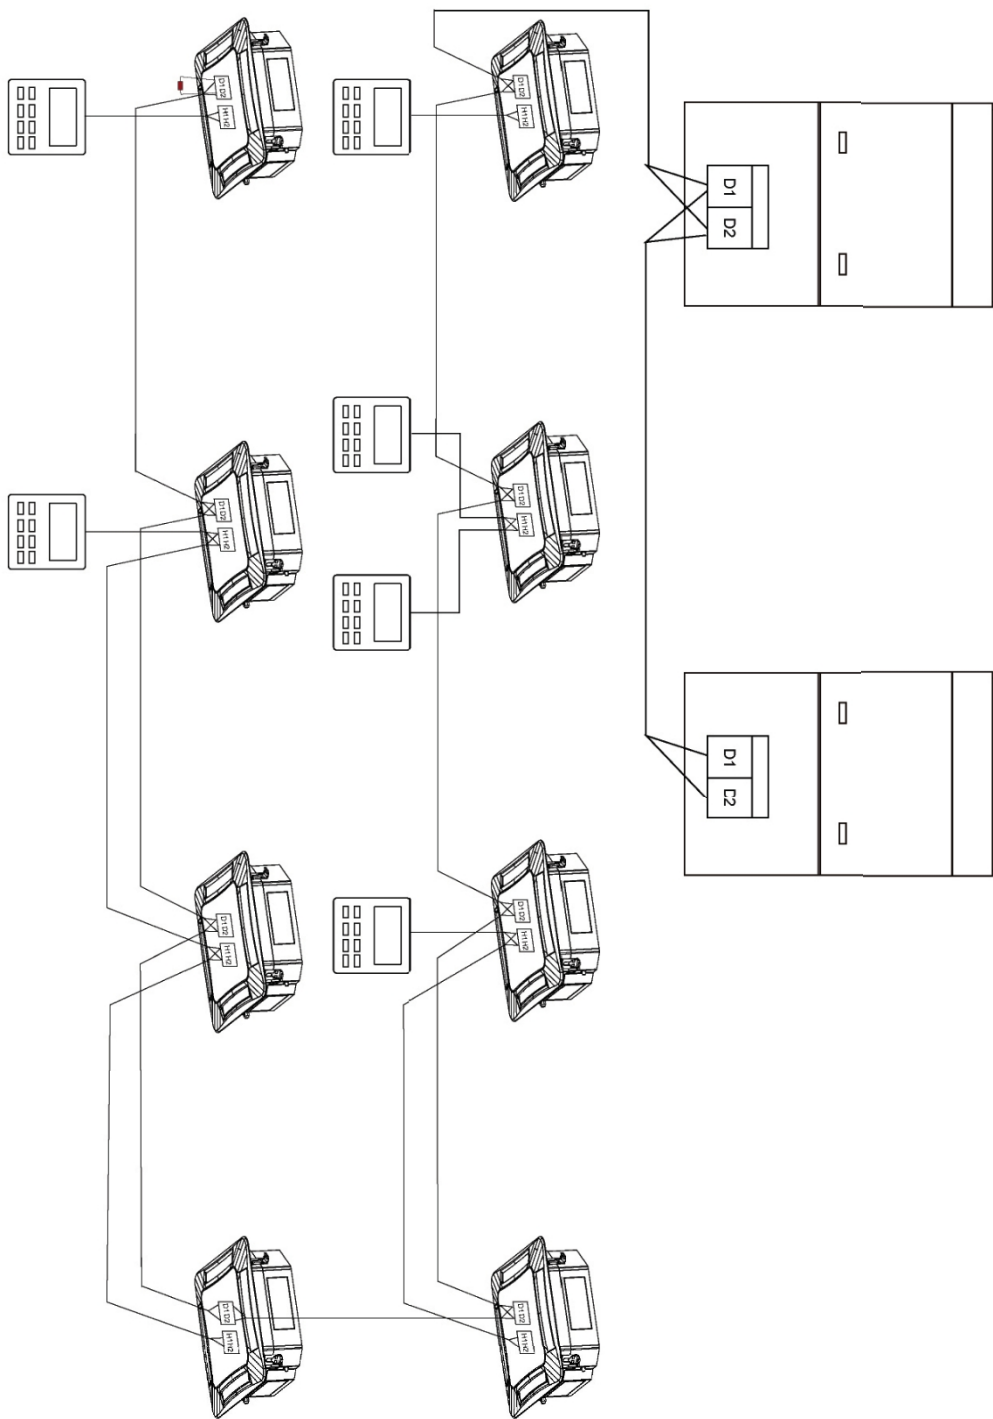

Fig. 5.5
- (1) El cable de comunicación para equipos interiores y exteriores (o equipos interiores) se conecta a D1, D2.
- (2) El controlador de cable está conectado a H1, H2.
- (3) Una unidad interior puede conectarse a dos controladores mediante un cable que debe configurarse como primario 1 y secundario 1.
- (4) Un controlador por cable puede controlar un máximo de 16 dispositivos interiores al mismo tiempo (como se muestra en la Fig. 5.5).